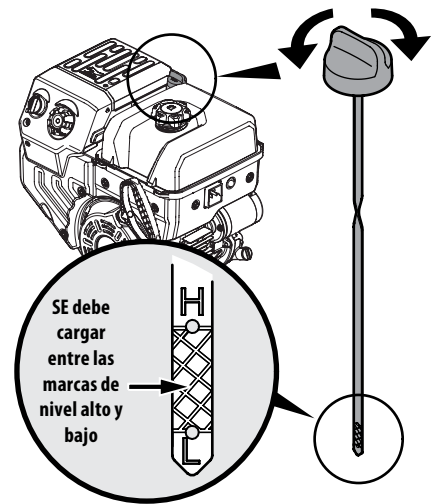

Figura 3-2
- Retire el tapón de llenado/varilla de medición de aceite y limpie bien la varilla. Vea la Figura 3-2.
- Saque el tapón / la varilla de medición de aceite. Si el nivel es bajo, agregue lentamente aceite hasta que el nivel registrado esté en un punto intermedio entre alto (H) y bajo (L), Figura 3-2.
- Afloje y retire el tapón de llenado de aceite/la varilla de nivel de aceite del cuello de llenado de aceite. Anote el nivel de aceite, si la lectura de aceite en la varilla del nivel de aceite está por debajo de la marca "L" (agregar), agregue aceite lentamente hasta alcanzar el nivel "H" (lleno). Consulte la Figura 3-2.